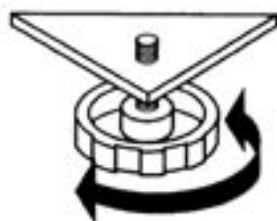

fig. 4
1. Plaats het fornuis volgens de hiervoor beschreven procedure en stel de hoogte in met de verstelbare pootjes (zie fig. 4). Draai de pootjes met de richting van de klok mee om de hoogte van uw fornuis aan te passen en in de andere richting om de hoogte te verkleinen.